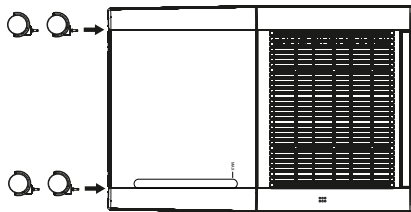

Fig. 1
- ◆ Pressione as rodas 6 nos quatro orifícios existentes na base do aparelho, até encaixarem corretamente (ver fig. 1).